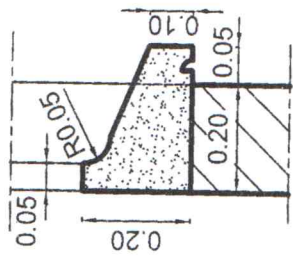

Fig.B3
- Fenêtres métalliques vitrées à deux vantaux de 150 cm x 120 cm pour le salon, et 120 cm x 90 cm pour les chambres ; les fenêtres comportent des appuis saillants avec oreilles. (Fig. B3);